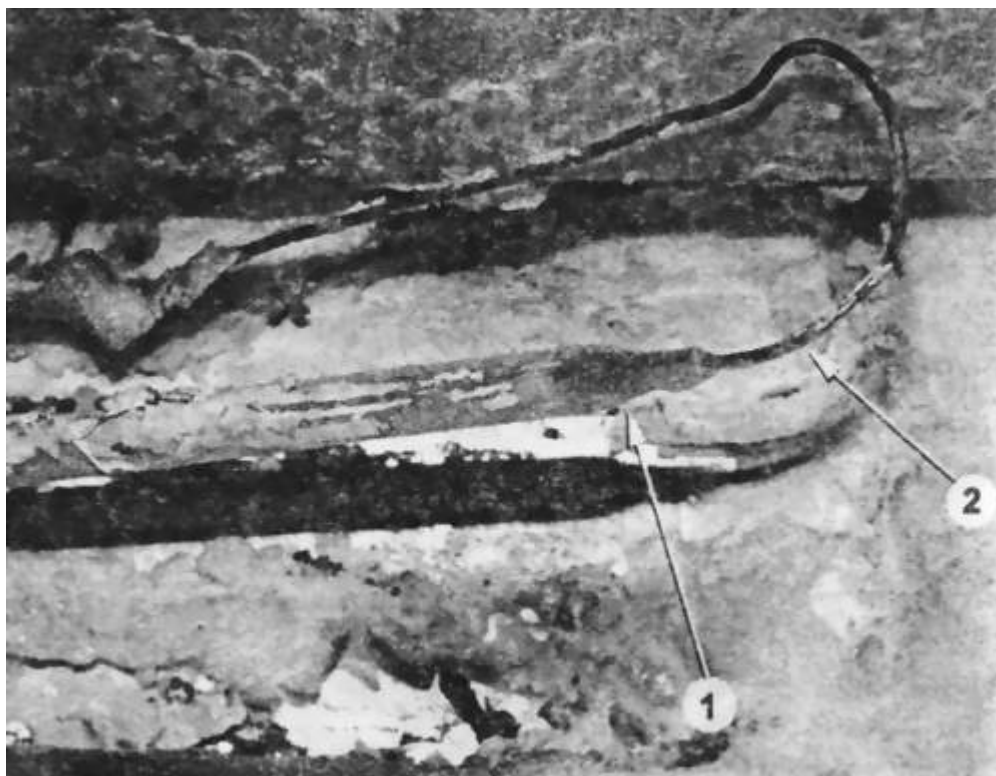

Рис. 12
- если все операции выполнены правильно, то через некоторое время на трубке 1 (рис. 12) появится иней. На трубке 2 иней должен быть на расстоянии не более 1—2 см от паяного соединения с трубкой 1;